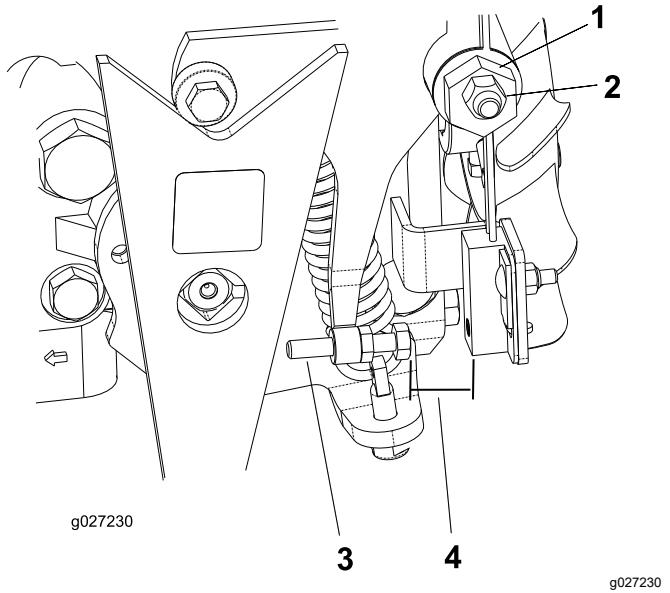

Рисунок 37
- Ослабьте контргайку на кулачке регулировки тяги (Рисунок 37).
- Запустите двигатель и поверните шестигранник кулочка (Рисунок 37) в обоих направлениях, чтобы определить среднюю точку хода педали в нейтральном положении.
3. Регулируйте винт до тех пор, пока зазор не составит от 0,8 до 2,3 мм; см. Рисунок 37.